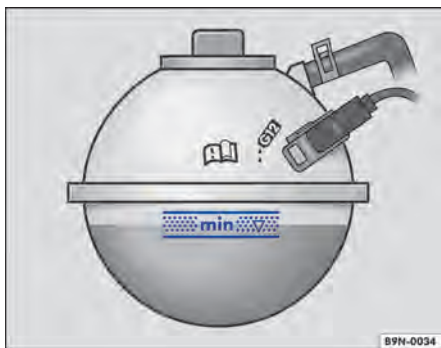

Fig. 133 No compartimento do motor: marcação no reservatório de expansão do líquido de arrefecimento do motor.
- Com o motor frio, verificar o nível do líquido de arrefecimento do motor pela marcação lateral do reservatório ⇒ Fig. 133.
- O nível do líquido de arrefecimento do motor deve permanecer dentro da marcação do reservatório ⇒ Fig. 133. **Não completar acima da borda superior da área demarcada** ⇒ ⓘ!
- Completar com líquido de arrefecimento do motor somente até a borda superior da área demarcada ⇒ Fig. 133. Caso contrário, ao aquecer-se, o líquido excedente será expulso do sistema de arrefecimento do motor e poderá ocasionar danos.